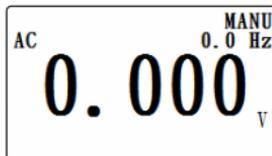

Imagen 5 (5-1)
1. Pulsar la tecla ▼ RANGE (3-11, Imagen 1) durante más de 2 segundos. El instrumento activará el modo de rango manual, mostrando en pantalla la indicación “MANU” (según **Imagen 2** o **Imagen 5**).